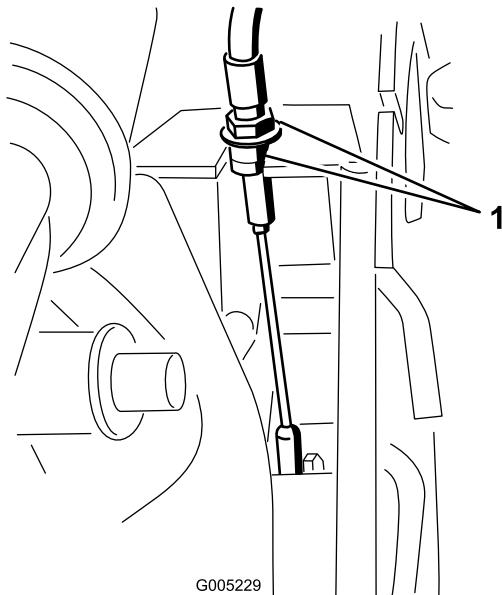

Figure 25
1. Si la machine n'avance pas automatiquement, tournez les écrous du câble de transmission de 1/2 tour dans le sens horaire pour tendre la courroie (Figure 25).
2. Si la machine a tendance à avancer, tournez les écrous du câble transmission de 1/2 tour dans le sens anti-horaire pour détendre la courroie (Figure 25).